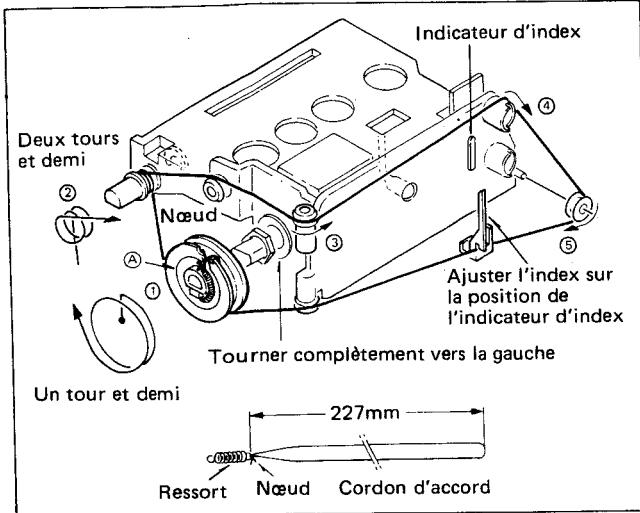

Fig. 4-1
2. Après avoir aligné la poulie indiquée par la lettre A sur la figure 4-1 dans la position illustrée par la figure, faire passer le cordon dans l'ordre indiqué par les chiffres encerclés.